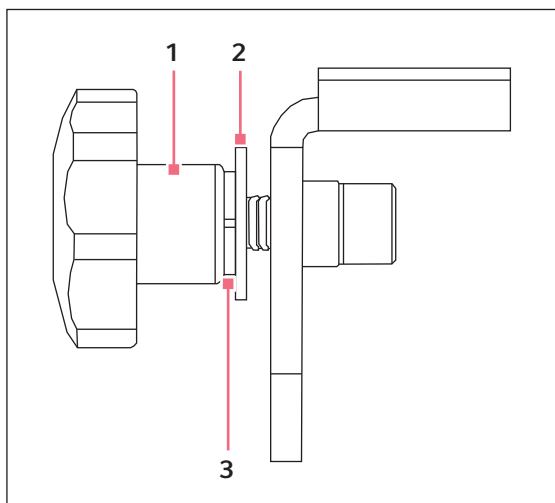

Fig. 4-15: Manopola
6. Dopo averla inserita completamente facendola coincidere con la sub-piattaforma, installare la rondella piana e quella di sicurezza come indicato e poi attaccare la manopola rimovibile girandola sulla vite e stringendo adeguatamente (vedi Fig. 4-15 a pag. 32).